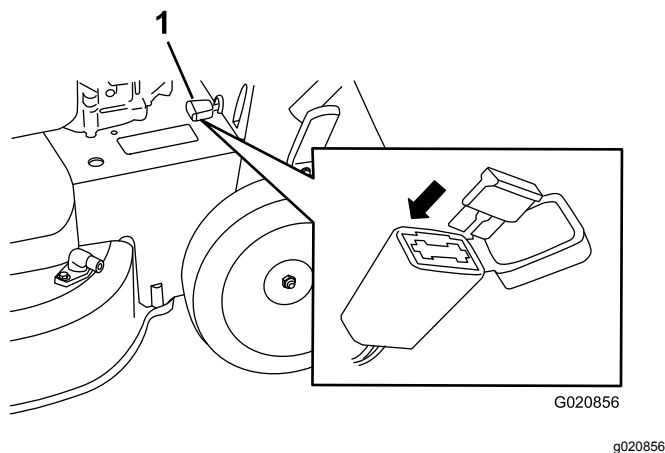

Bild 35
- Öffnen Sie die abgedichtete Sicherungsfassung und wechseln Sie die Sicherung aus (Bild 35).